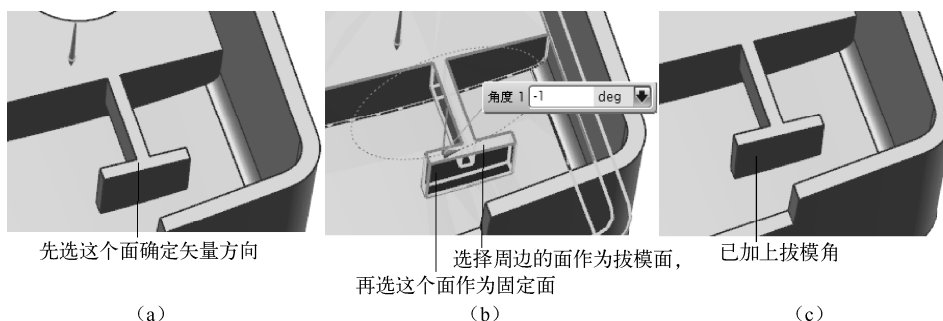

图 2-33 给竖直面加拔模角
(5) 如图 2-33 (a) 所示, 选择该区域的上表面, 在【脱模方向】选项组中单击【反向】按钮 , 确定拔模矢量方向。
(6) 如图 2-33 (b) 所示, 选择该区域的上表面作为拔模的固定面, 选择周边的面作为